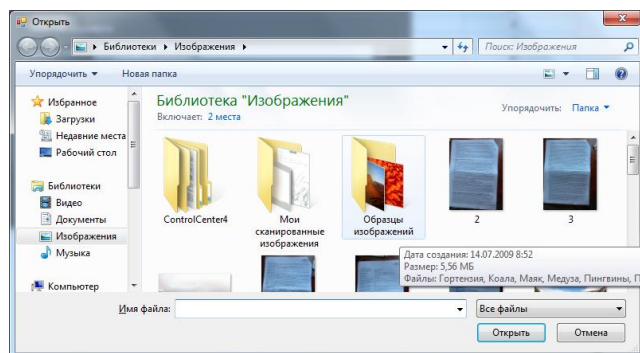

Рисунок 67
- Указать файл – поле имени файла или выбора расположения. Нажмите кнопку , в открывшемся окне (Рис. 67)-Открыть,